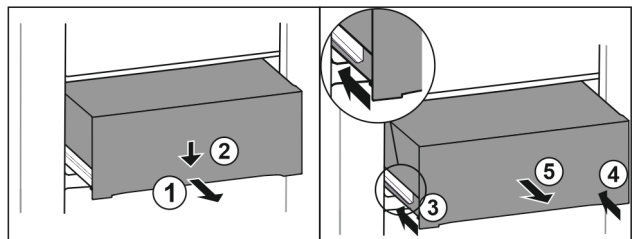

Fig. 99
- ▶ Estrarre il cassetto a metà. Fig. 99 (1)
- ▶ Premere il cassetto sul lato anteriore verso il basso. Fig. 99 (2)
- ▶ Spingere la guida sinistra di circa 2 cm verso l'interno. Fig. 99 (3)
- ▶ Spingere la guida destra di circa 2 cm verso l'interno. Fig. 99 (4)
- ▶ Rimuovere il cassetto tirandolo in avanti. Fig. 99 (5)